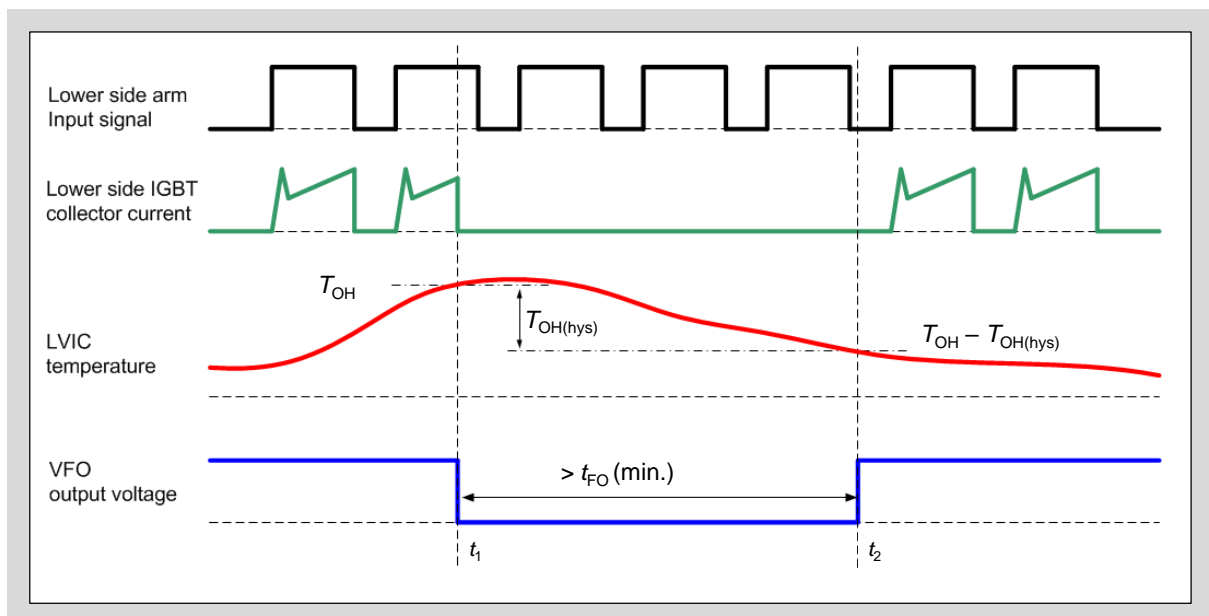

図3-27 過熱保護機能シーケンス
- 図3-27に示すようにLVICのジャンクション温度が過熱保護温度 $T_{OH}$ を上回った場合、本製品の下アームIGBTは全相シャットダウンします。LVICのジャンクション温度が $T_{OH} - T_{OH(hys)}$ を下回った場合、過熱保護状態はリセットされます。